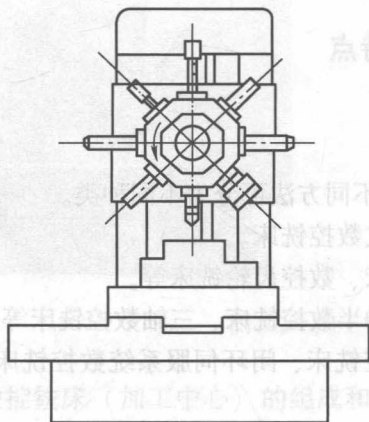
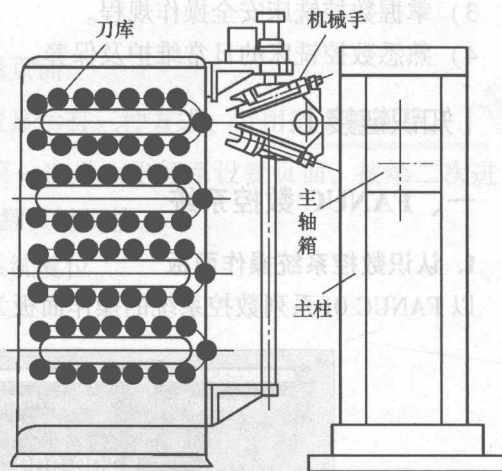

图 1-7 转塔头加工中心
图 1-9 刀库 + 机械手 + 主轴换刀加工中心
(2) 按自动换刀装置分类 通常可以分为四类:转塔头加工中心、刀库+主轴换刀加工中心、刀库+机械手+主轴换刀加工中心、刀库+机械手+双主轴转塔头加工中心,前三类分别如图 1-7~图 1-9 所示。